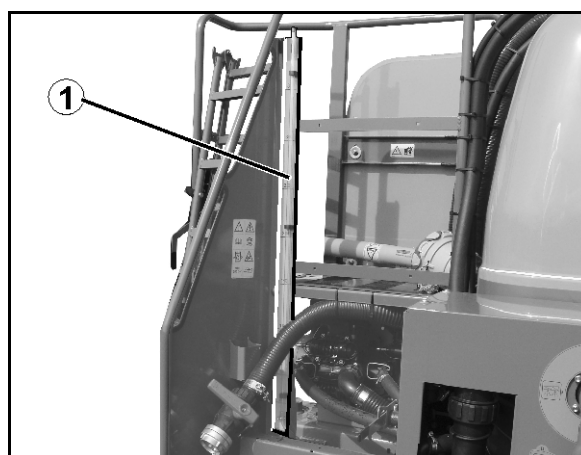

Bild 52
- Påfyllningsanslutning för valfritt avstånd och med vridbart utlopp (Bild 52).